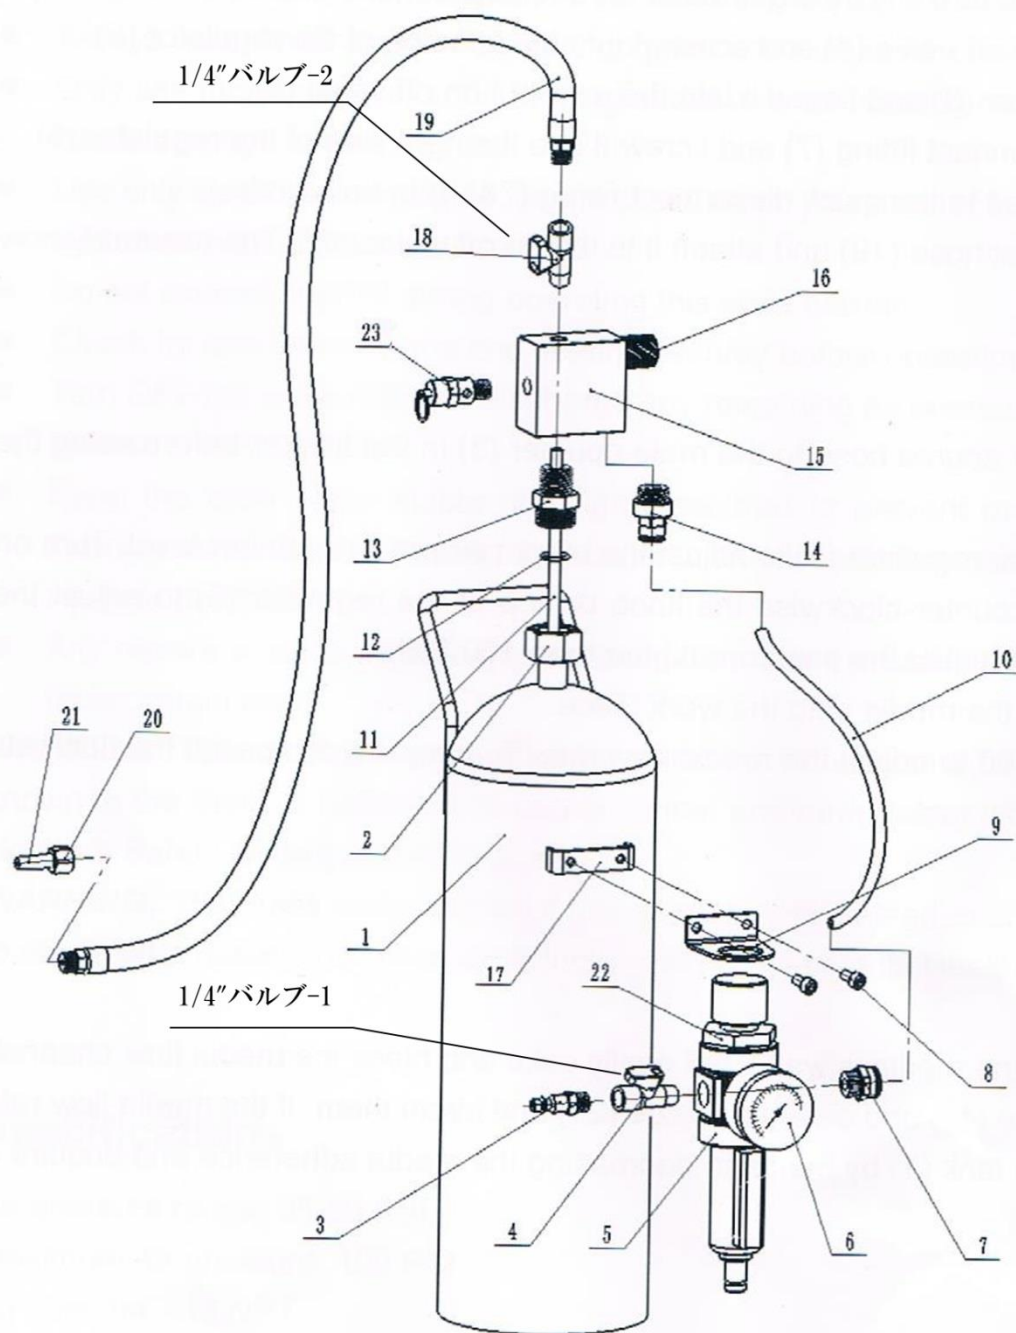

図2
2.図2の展開図を参考に各部品を組み立てて下さい。
1. カプラー (3) にコンプレッサーからのエアーホースを取り付けて下さい。
2. 1/4"バルブ-1を開く (図2)
3. 1/4インチバルブ-2 (図2) をオンにしてマジックパウダーを発射します。
4. 図2に示す1/4"バルブにある、メディアフローコントロールノブを調整してメディア流量を増減させることができます。(時計回りに増加、反時計回りに減少)
1. 1/4"バルブ-2 (図2) を閉位置に回します。
- 1.警告！メンテナンス、清掃を実施する前に、必ずエアホースの接続を切り、安全弁（23）を使用して、タンクの残りの空気圧力を解放します（図2）、1/4"バルブ-1（図2）を"OFF"圧力ゲージが"0"PSIと表示されていることを確認して下さい。